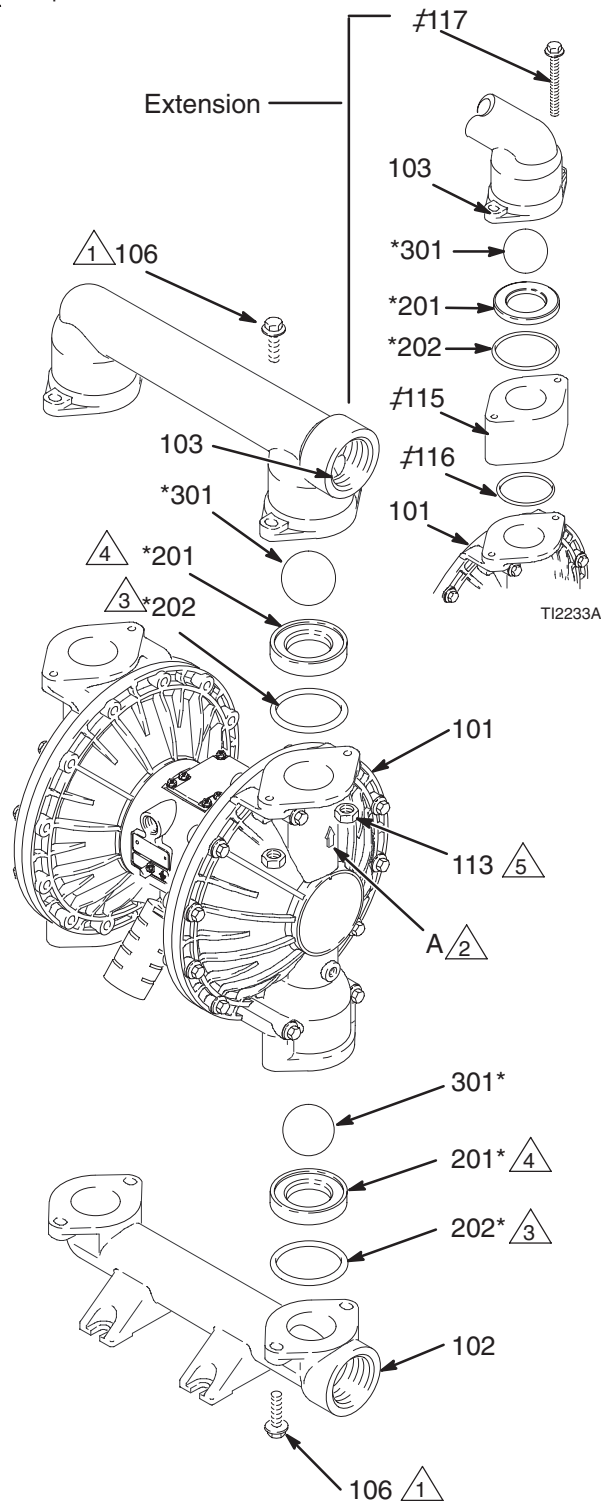

Fig. 10
3. À l'aide d'une clé à douille de 10 mm, retirez les quatre boulons (106) maintenant le collecteur de sortie (103) aux capots à fluide (101). Consultez la Fig. 10.
4. Retirez les sièges (201), les billes (301) et les joints toriques (202) du collecteur.
2. Remontez dans l'ordre inverse, en suivant toutes les remarques de la Fig. 10. Assurez-vous que les clapets à bille sont montés **exactement** comme indiqué. Les flèches (A) sur les capots à fluide (101) **doivent** être orientées vers le collecteur de sortie (103).